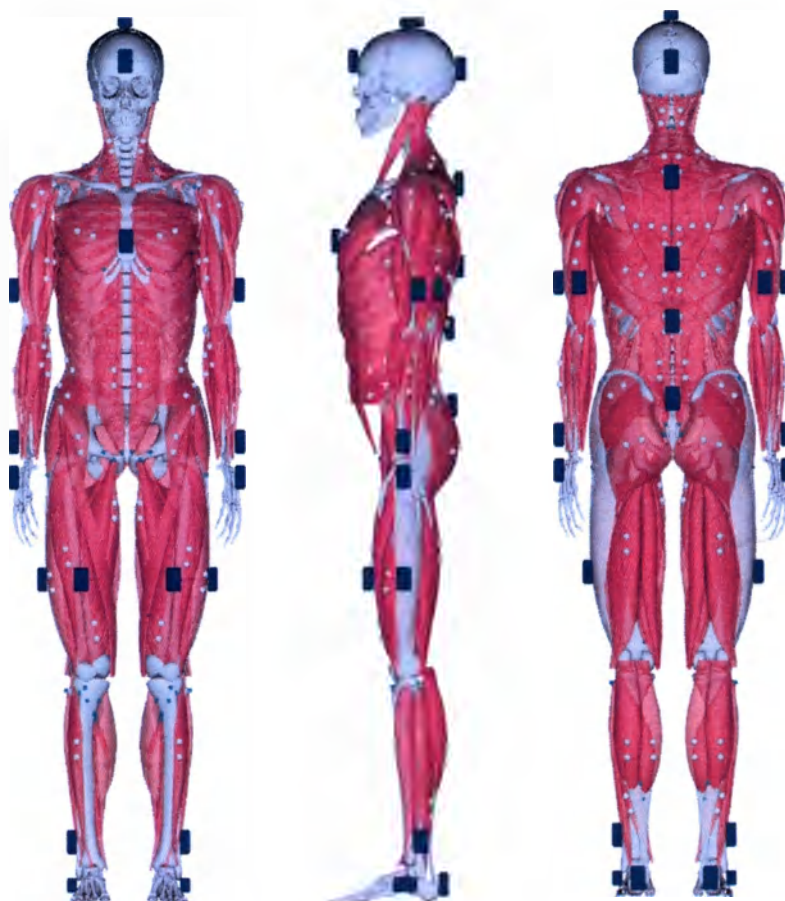

Рис.4
4.6 Носимый автономный блок «Траст-М» устанавливается на различные сегменты тела (рисунок 4).